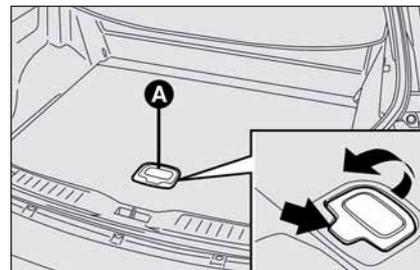
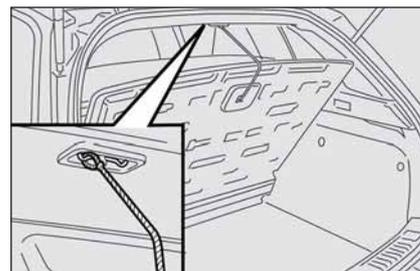

fig. 109
fig. 110
- sollevare l'apposita maniglia **A-fig. 109** premendo nel punto indicato dalla freccia in corrispondenza della scritta “PUSH”, sollevare il piano di carico e fissarlo mediante l'apposita funicella all'aggancio superiore su padiglione, procedendo come illustrato in **fig. 110**.
- sollevare l'apposita maniglia **A-fig. 109** premendo nel punto indicato dalla freccia in corrispondenza della scritta "PUSH" e mediante l'utilizzo di questa sfilare il piano di carico dalla sede su battivaligia sollevandolo leggermente e tirandolo verso l'esterno; l'articolazione lato sedile aiuterà nella manovra.
- sollevare l'apposita maniglia **A-fig. 109** premendo nel punto indicato dalla freccia in corrispondenza della scritta "PUSH" e mediante l'utilizzo di questa sollevare il piano di carico dal tappeto baule e tirarlo verso l'esterno; l'articolazione lato sedile aiuterà nella manovra.